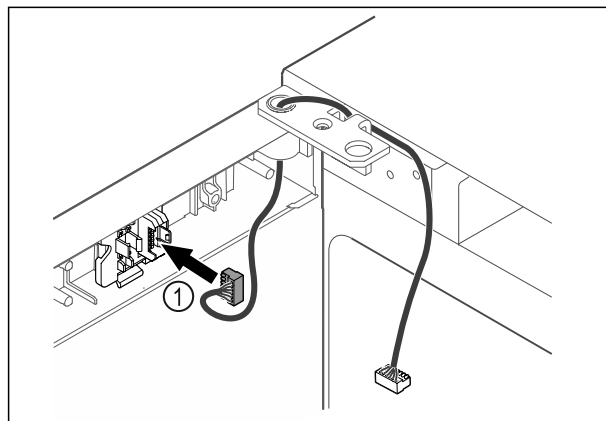

Fig. 40
- Ievietojiet spraudni Fig. 40 (1) spraudņa turētājā.